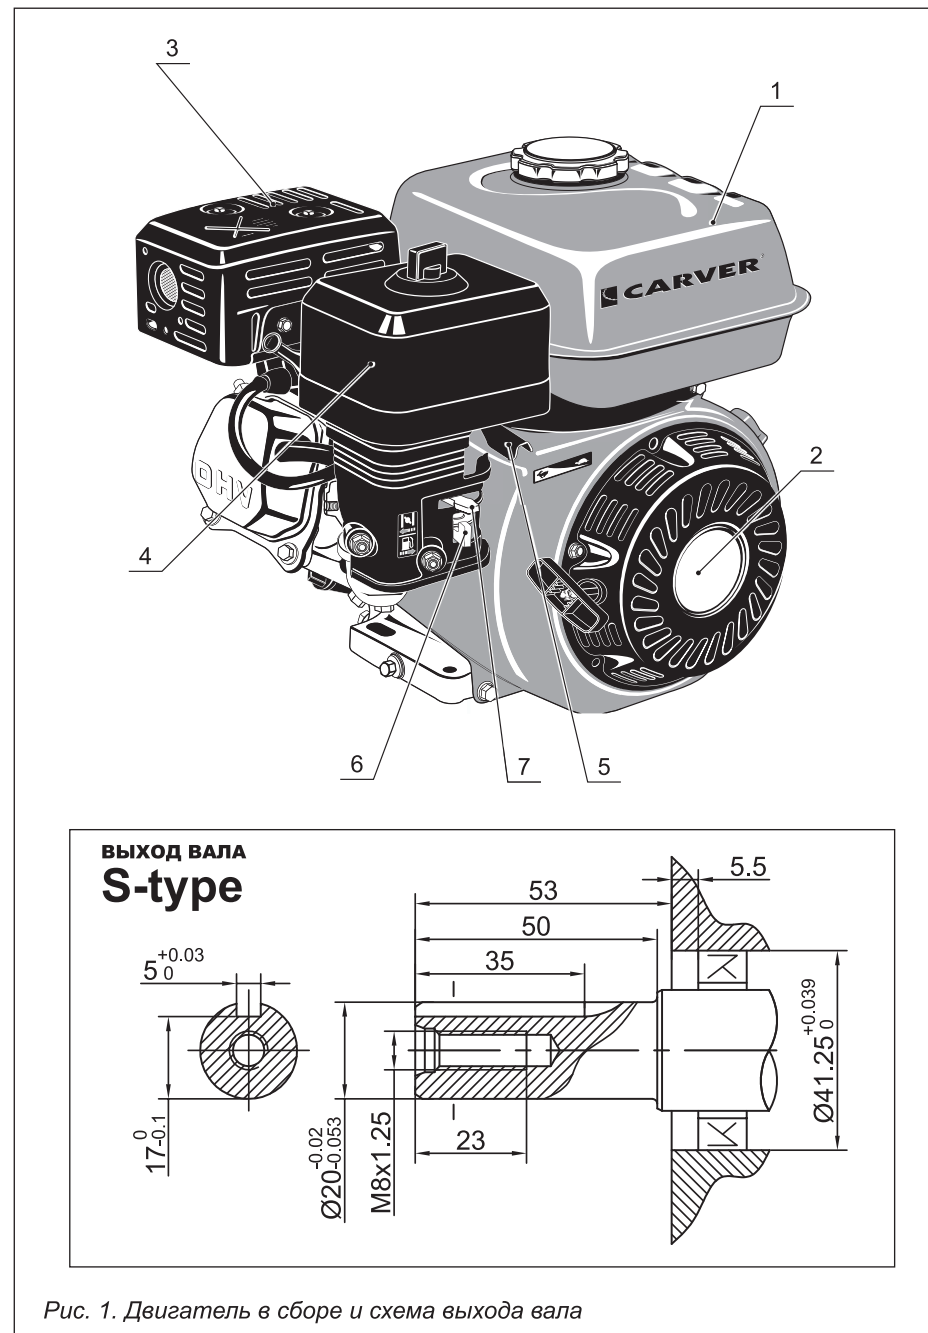

Рис. 1. Двигатель в сборе и схема выхода вала
**1. ОСНОВНЫЕ ЧАСТИ И УЗЛЫ ДВИГАТЕЛЯ (рис. 1)**